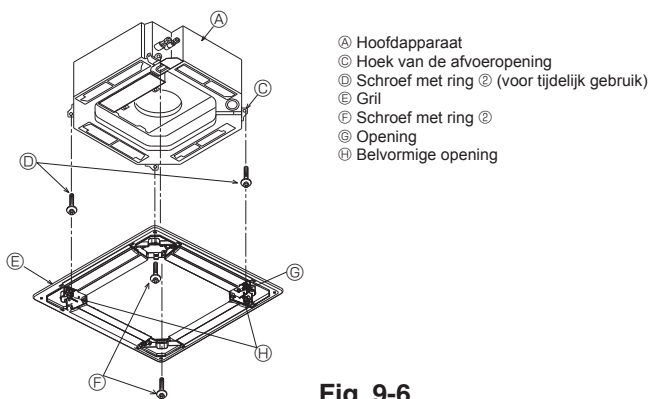
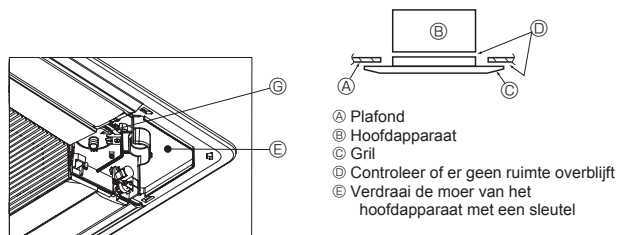

Fig. 9-6
Fig. 9-7
9.4.2. Tijdelijke installatie van de gril (Fig. 9-6)
- Zet de gril tijdelijk vast met behulp van de belvormige openingen, door de hoek van de afvoeropening van het hoofdapparaat op een lijn te brengen met de opening van de gril die is aangegeven met ⑥.
9.4.3. Vastzetten van de gril (Fig. 9-7)